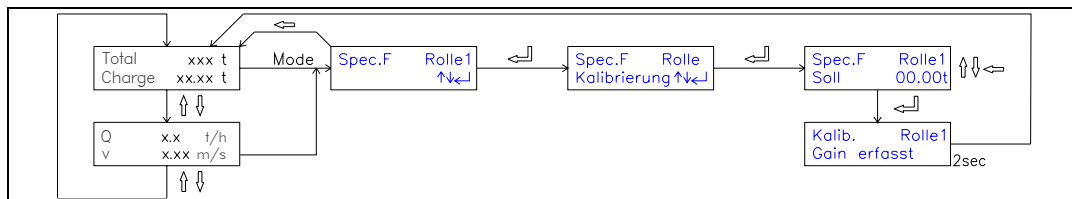

Bild 26: Kalibrierung, schematische Übersicht BMGZ650A
- Ermittelten Wert mit der Anzeige der Förderbandwaage vergleichen. Falls die Abweichung grösser ist als 1%, muss der Förderbandwaage das tatsächliche Gewicht mitgeteilt werden. Dies geschieht mit der Parameterfunktion *Kalibrierung Rolle* (siehe Bild 26).